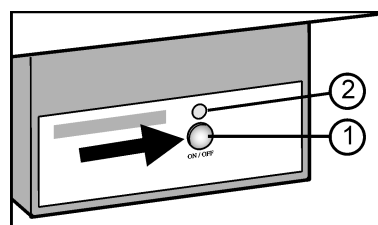

Fig. 47
- Pulse la tecla On/Off Fig. 47 (1) hasta que el LED Fig. 47 (2) se ilumine.